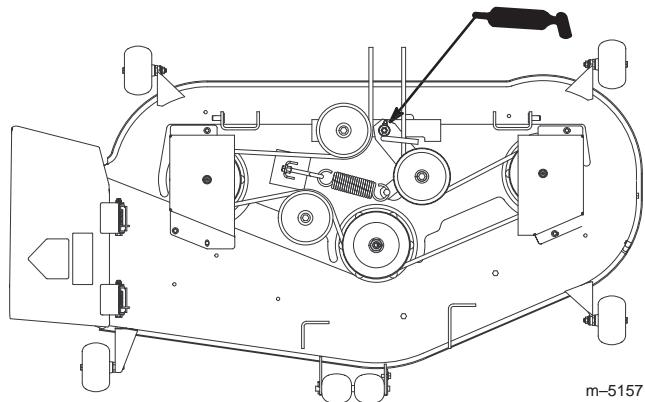

Figure 31
- Graissez le pivot de la poulie de tension (Fig. 31).